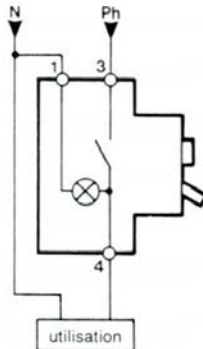

fig. 1 - version unipolaire.
- en amont de l'interrupteur pour indiquer (par allumage du voyant) que l'utilisation est sous tension. Exemple : éclairage cave, chambre froide... (fig. 1 et 2).